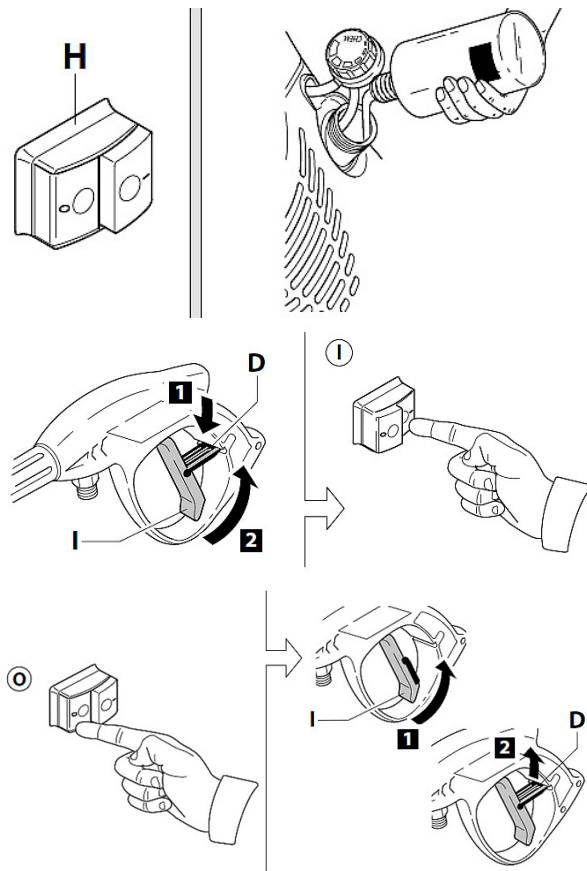

Abb. 9: Bedieneinrichtung
Geräteschalter (Pos. H, Abb. 9)
Hebel der Pistole (Pos. I, Abb. 9).
9.2 Einschalten (Abb. 9)
Schritt 3: Die Verriegelung (Pos. D, Abb. 9) der Pistole lösen.
9.3 Ausschalten (Abb. 9)
Schritt 3: Die Verriegelung (Pos. D, Abb. 9) der Pistole betätigen.
9.4 Neustart (Abb. 9)
Schritt 1: Die Verriegelung (Pos. D, Abb. 9) der Pistole lösen.
9.5 Außerbetriebnahme (Abb. 9)
Schritt 6: Die Verriegelung (Pos. D, Abb. 9) der Pistole wieder betätigen.